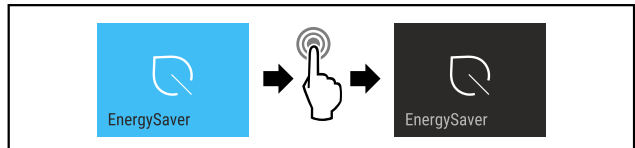

Fig. 16
- ▶ Провести етапи операцій (див. Fig. 16).